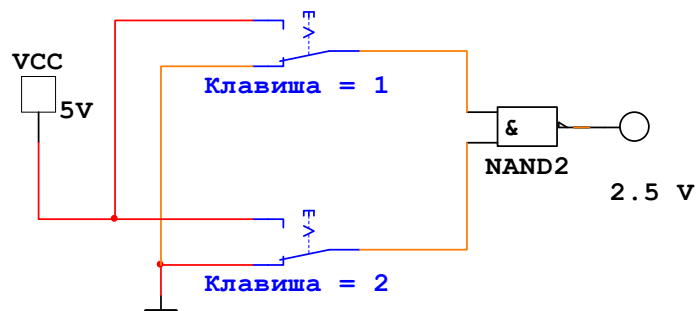

Рис.10.3
10.2.3. Для проверки таблицы истинности ЛЭ соберите схему, приведенную на рис. 10.3. Логические элементы берутся из библиотеки Misc Digital\TTL.